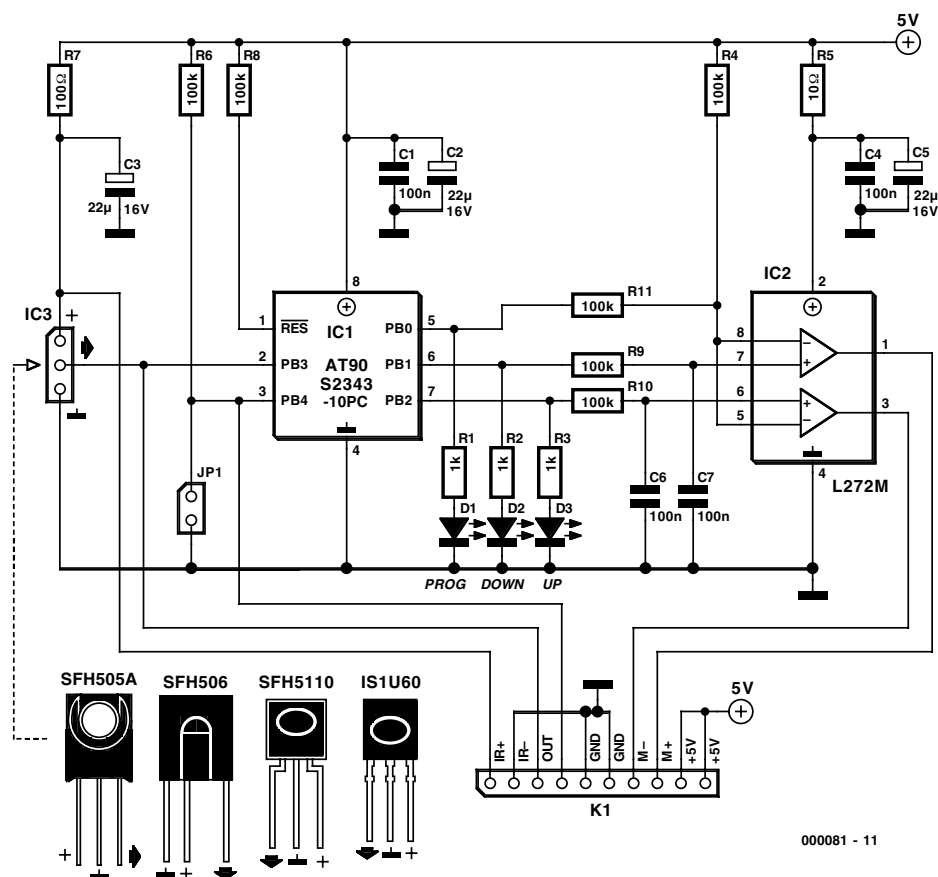

Figure 1. L'électronique de notre décodeur RC5 intelligent. L'amplificateur opérationnel de puissance L272M attaque un moteur courant continu 5 V.
Comme le prouve un coup d'oeil rapide au schéma représenté en **figure 1**, l'électronique mise en oeuvre est toute simple; on peut la subdiviser en 3 sections : un récepteur/démodulateur infrarouge (IR) du type IS1U60, IC3, un microcontrôleur à 8 broches du type AVR AT90S2343, IC1, et un circuit de commande de moteur à amplificateur de puissance du type L272, IC2.